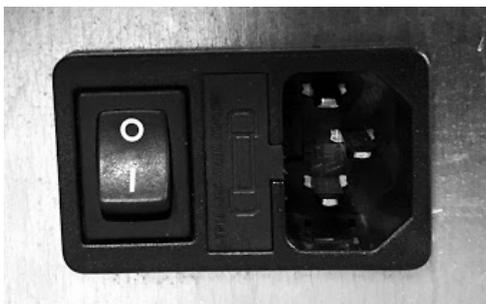

Fig. 39 - Prise électrique avec interrupteur général
- Brancher le câble d'alimentation avant sur le dos du poêle (voir **Fig. 39**), puis à une prise murale.
- L'interrupteur général 0/I (voir **Fig. 39**) ne doit être activé que pour allumer le poêle ; si ce n'est pas le cas, il est conseillé de le tenir éteint.